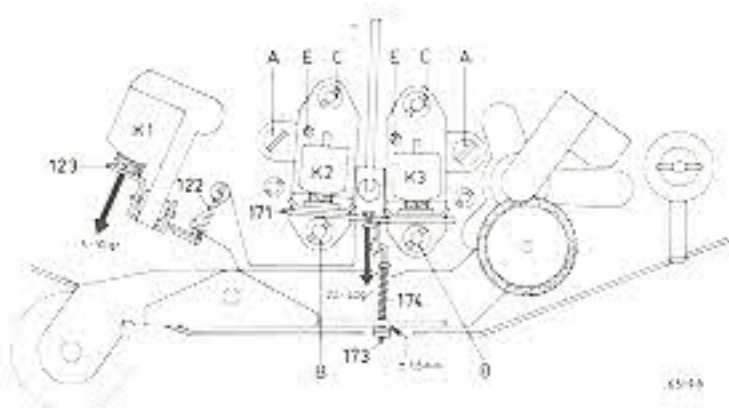

Fig. 5
A. EINSTELLUNG DES AUFNAHME-, WIEDERGABE- UND LOSCHKOPFES (Fig. 5 und 6)
Einstellung der Kopfneigung beim Wiedergabe- und Aufnahmekopf (Fig. 5)